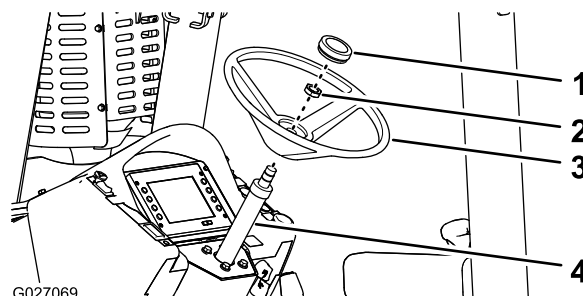

Figure 1
1. Faites lever pour déposer le cache-moyeu du volant (Figure 1).
2. Retirez l'écrou (13/16 po) qui fixe le volant à la colonne de direction fixe (Figure 1).
3. Déposez le volant en le tirant hors de la colonne (Figure 1).